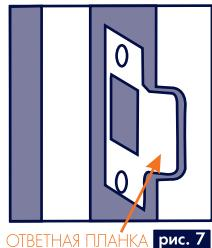

рис. 8
- расположите ответную планку (6) **рис. 7** на двери на уровне ригеля защелки, не захватывая блокировочный пин **рис. 8**;
- выберите паз под накладку ригеля защелки (11);
- ригель защелки, а не блокировочный пин **рис. 8**, должен входить в отверстие легко, на всю длину, и люфт не должен быть большим при закрытии двери. Только после этого закрепите планку вторым шурупом.